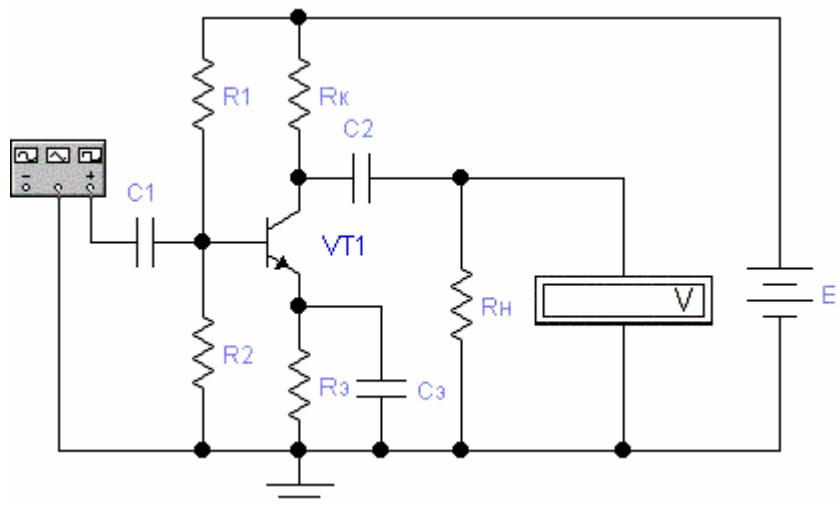

Рисунок 1
1.1 Для схемы усилительного каскада ОЭ (рисунок 1) и указанных параметров элементов предварительно рассчитать значение резистора R1 при условии  $U_k = 0,5E$ . Рассчитать рабочий режим транзистора ( $I_k$ ,  $U_{k\theta}$ ,  $I_b$ ).